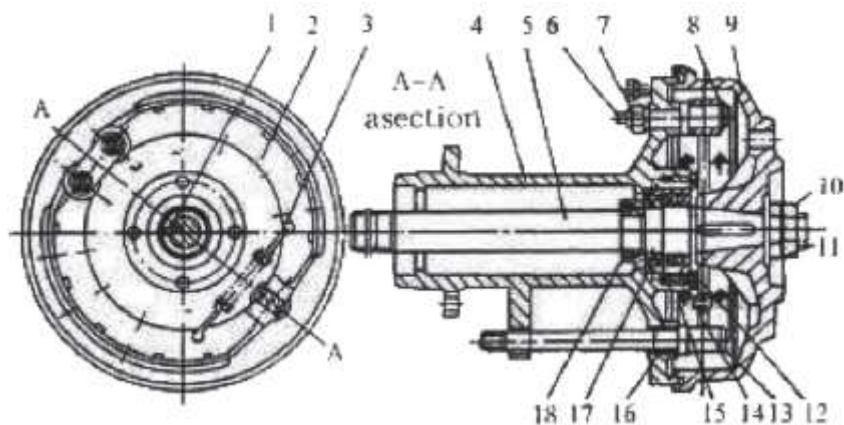

Рис. 3.15. Полуось и тормозная система.
Полуось и тормоза (рис. 3.15.) состоит из тормозных колодок, полуоси, корпуса полуоси, вал эксцентрика, масляный сальник, подшипников и т.д. Для тракторов серии TZR T-404 существуют нормальная ширина колеи, средняя и широкая. Имеется три типа корпуса полуоси 4 и полуоси 5 для полуоси и тормозов. Следует обращать на это внимание при замене корпуса полуоси и полуоси. Покупайте и заменяйте детали в соответствии с моделью деталей в каталоге.
2. Отрегулируйте положение вала эксцентрика (рис. 3.15.), чтобы изменить трение фрикционных дисков тормозных колодок и ступицы тормоза, а также сделать износ фрикционных дисков равномерным. При регулировке, приподнимите домкратом заднюю ведущую ось, ослабьте гайку 7 (рис. 3.15.), поверните вал эксцентрика гаечным ключом и одновременно поворачивайте колесо. Когда почувствуете сопротивление, тормозная колодка соприкасается со ступицей тормоза, а затем поверните вал эксцентрика в противоположное положение. Продолжайте, пока не прекратится сопротивление при поворачивании колеса. После этого затяните гайки во избежание несанкционированного поворачивания.